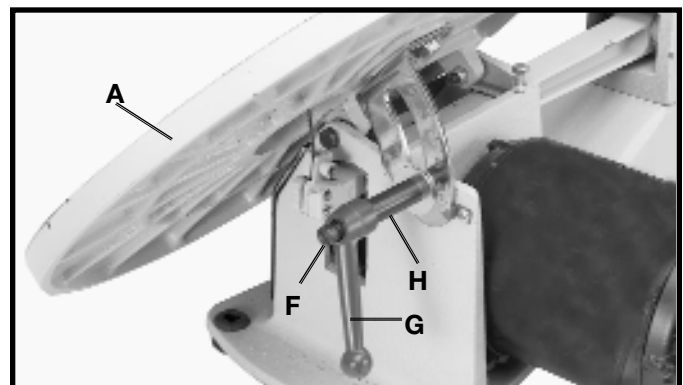

Fig. 10
8. Placer la poignée (G) fig. 10, sur le goujon de verrouillage (H) et fixer avec la vis et le ressort (F). Déplacer la table (A) à la position horizontale et la verrouiller (A), en tournant la poignée (G) en sens horaire.